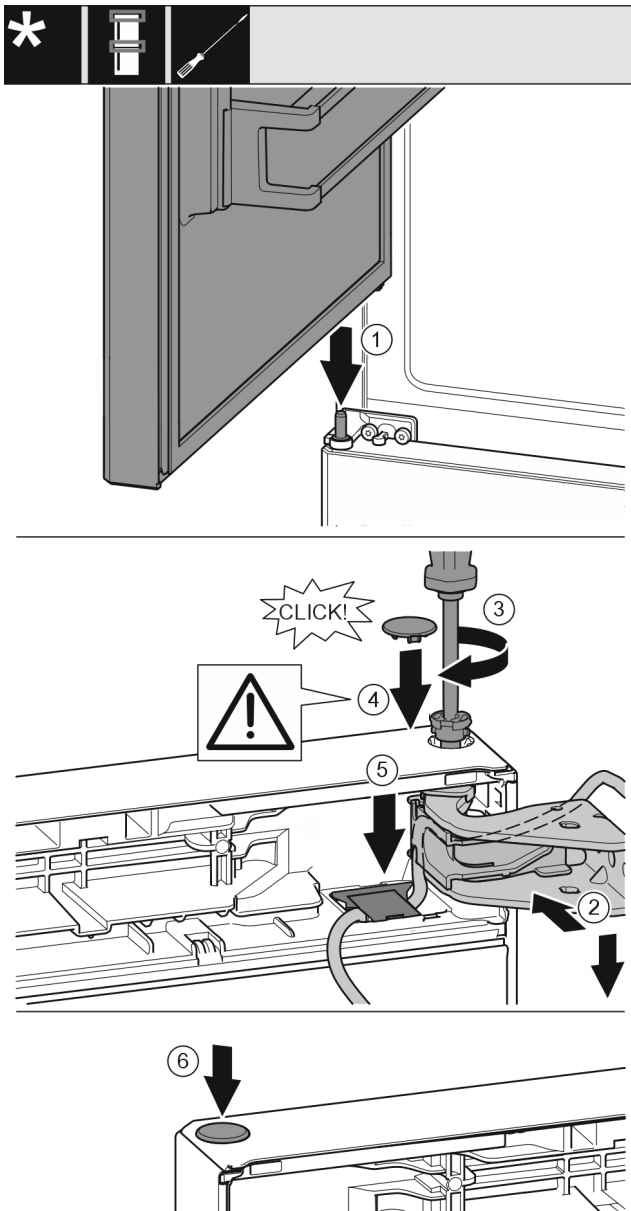

Fig. 30
- ▶ Sett øvre dør inn på midtre lagerbolt. Fig. 30 (1)
- ▶ Rett ut døren øverst mot åpningen i lagerbukken. Fig. 30 (2)
- ▶ Sett inn bolten, og skru den fast med skrutrekker T15. Fig. 30 (3)
- ▶ Montere sikringsdekselet for å sikre døren: Sett inn sikringsdekselet, og kontroller at det ligger på døren. Ellers settes bolten helt inn. Fig. 30 (4)
- ▶ Sett inn deksel og trykk ned inntil det hektes inn. Fig. 30 (5)
- ▶ Sett inn proppen. Fig. 30 (6)